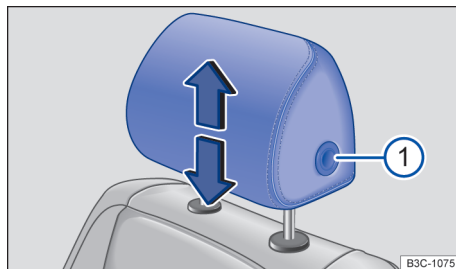

Fig. 73 Apoio para cabeça dianteiro: ajustar.
- Empurrar o apoio para cabeça para cima ou para baixo na direção da seta com o botão → Fig. 73 ① pressionado → ⚠ em *Introdução ao tema* na página 86.